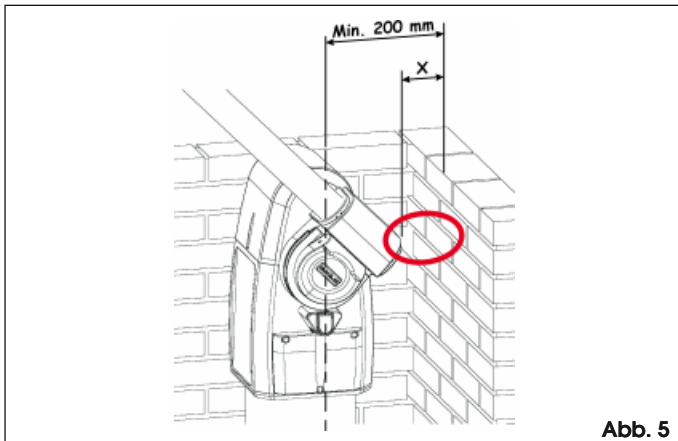

Abb. 5
- Sicherstellen, dass die Mindestabstände (siehe Abb. 5) eingehalten sind.
**⚠ Wenn das Maß „X“ (siehe Abb. 5) unter 500 mm liegt, MUSS der in der Abbildung markierte Bereich mit einer Schutzvorrichtung nach UNI EN 12978 abgesichert werden**